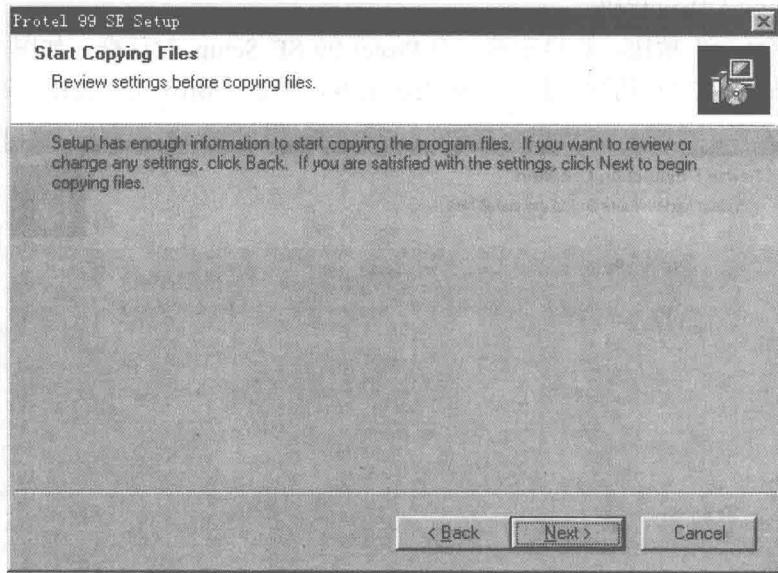

图 1.5 第五个 Protel 99 SE Setup 对话框
(5) 选择后，单击“Next”按钮，将显示第五个 Protel 99 SE Setup 对话框，如图 1.5 所示。单击“Back”按钮可以返回到前面的步骤重新选择。